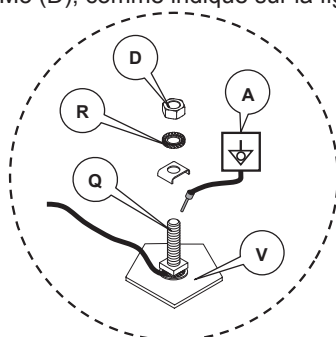

FIGURE 2
A l'aide de la clé plate de 7 mm, brancher le fil du circuit équipotentiel de l'habitation (A) au châssis de la baignoire (V) avec un écrou carré M5 (Q), une rondelle en éventail (R) et un écrou à 6 pans M5 (D), comme indiqué sur la figure 2. Visser le serre-câble au boîtier.